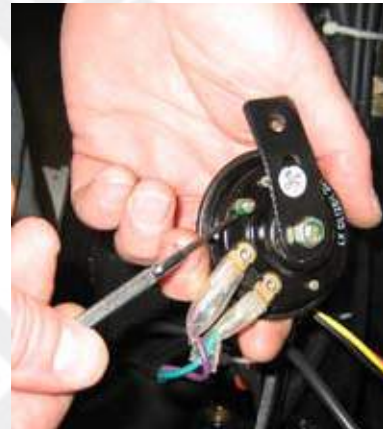

fig. 3.11
2. Stel met het schroefje achter op de claxon de toonhoogte af. Doe dit door het schroefje los of vast te draaien en onderwijl de toeter te testen (fig. 3.11).